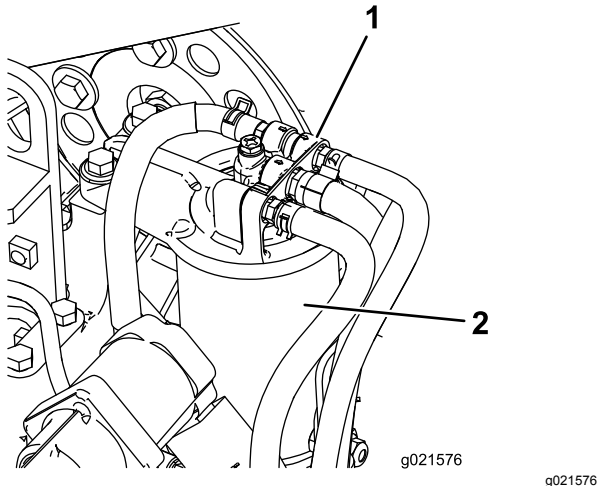

Figura 86
1. Limpe a zona em torno da cabeça do filtro de combustível (Figura 86).
2. Retire o filtro e limpe a superfície de montagem da cabeça do filtro (Figura 86).